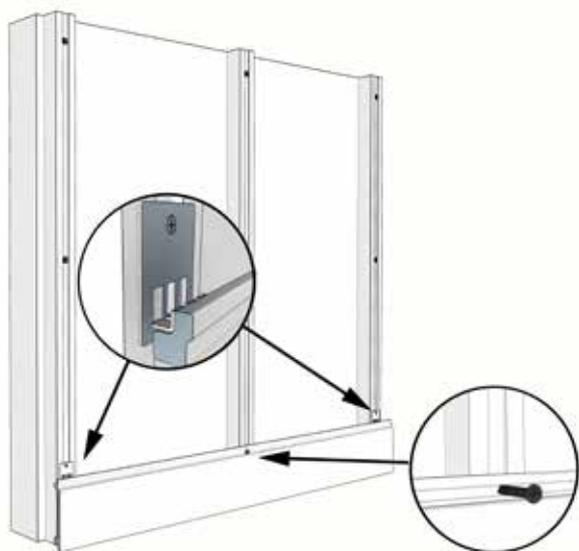

Figura 5
- 3 Instale el sujetador de tablero (HLP-030-2) como se muestra en la Figura 5:
**Nota:** La longitud de la placa y la fijación del tornillo son las mismas que en Figura 5.